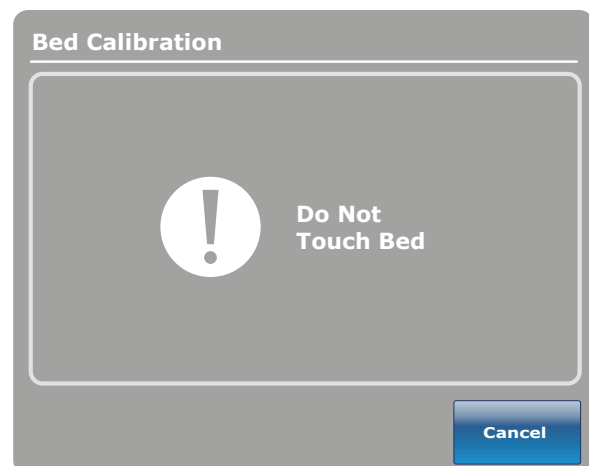

Figure 12 : Écran «Ne pas toucher au lit»
10. Appuyez sur le bouton  une fois terminé. L'écran «Ne pas toucher au lit» s'affiche alors tel qu'illustré à la Figure 12.